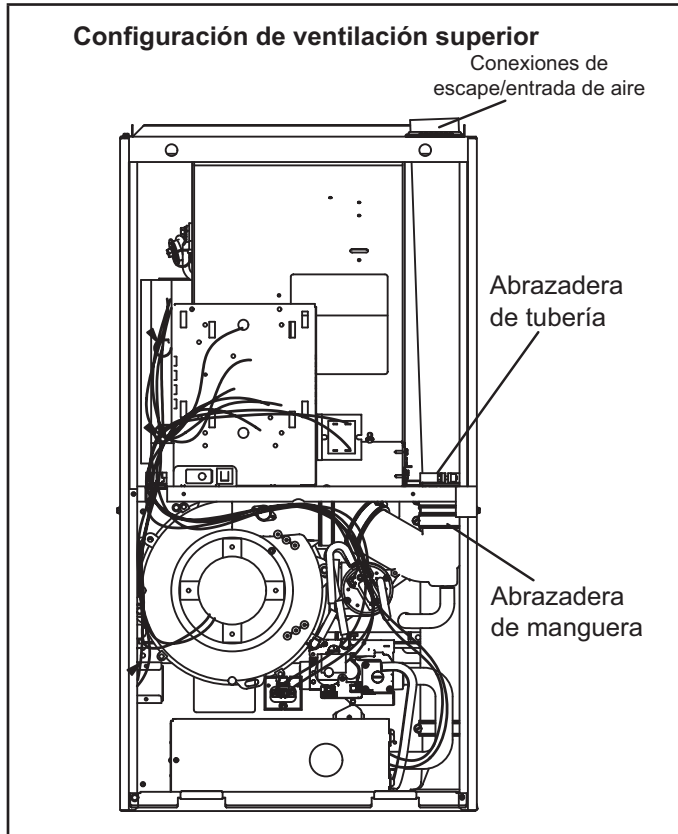
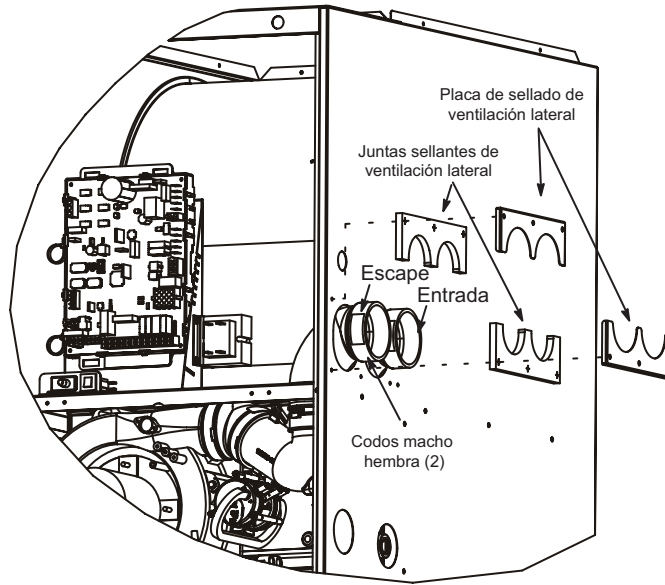

FIGURA 19
FIGURA 22
La unidad EL297DFV se envía con la conexión de escape de ventilación / toma de aire en la tapa superior. Ver "FIGURA 19". Usando las partes suministradas, el calefactor se puede modificar en el sitio para tener estas conexiones al lado derecho del gabinete del calefactor. Vea la "FIGURA 22" y siga los pasos a continuación. Para la ventilación de lado izquierdo, ordenar el kit 87W73.
- 2 - Afloje las abrazaderas de manguera que sujetan los accesorios de caucho a las tuberías de PVC blanco dentro del área del vestíbulo. Ver "FIGURA 19".
- 3 - Afloje la abrazadera que sujeta las tuberías en la cubierta del soplador. Ver "FIGURA 19".
- 11 - Desprenda la cubierta protectora posterior de las juntas de sellado de la ventilación lateral (2) y aplíquelas a las placas de sellado de la ventilación lateral (2) como se muestra en la "FIGURA 22".
- 12 -Instale las placas y juntas de sellado de la ventilación lateral en el exterior del gabinete como se muestra en la "FIGURA 22". Sujételas con seis tornillos de montaje (cuatro reutilizados y dos de la bolsa). Los agujeros están pretaladrados en las partes y el gabinete, así que no hay que taladrar.